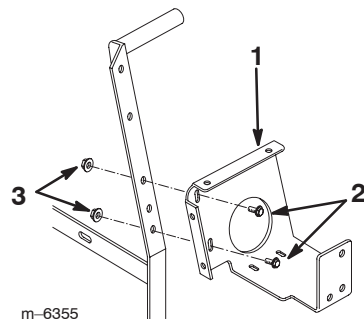

Figure 12
1. Montez le support de fixation du boîtier de commande sur le support de rampe ou le support du boîtier de commande, selon le cas (Fig. 12) au moyen de 2 boulons à embase (5/16 x 3/4 pouce) et 2 écrous à embase (5/16 pouce).